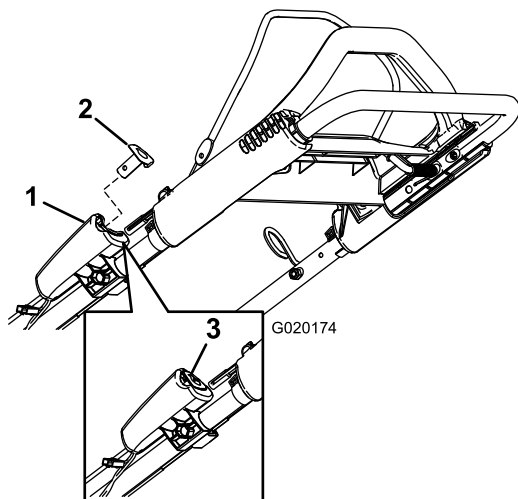

**Figure 14**
1. Serrez et maintenez la barre de commande de la lame contre le guidon (Figure 14).